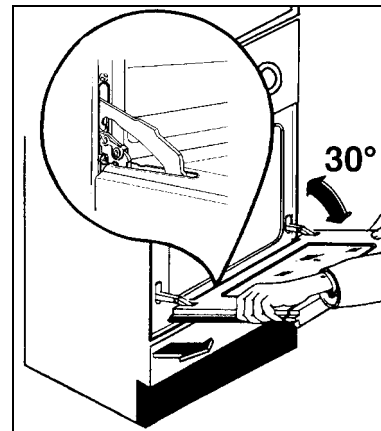

fig.13
- fermez partiellement la porte jusqu' à un angle de 30° (fig. 13).